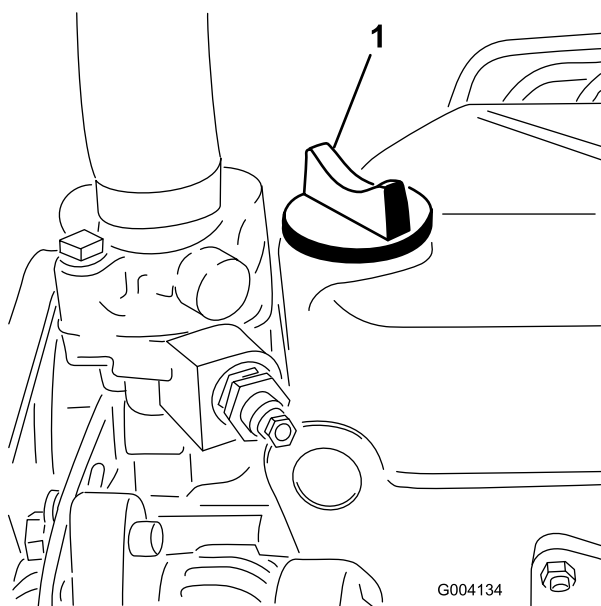

Figure 29
5. Si le niveau n'atteint pas le repère maximum, enlevez le bouchon de remplissage (Figure 29) et faites l'appoint jusqu'à ce que le niveau correct soit atteint.